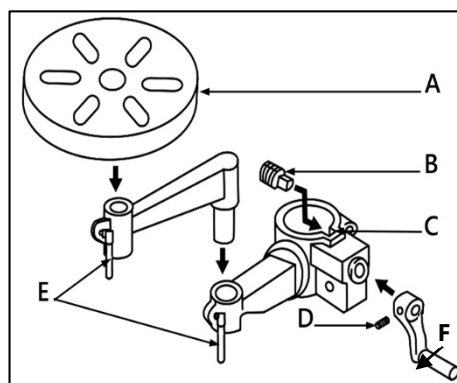
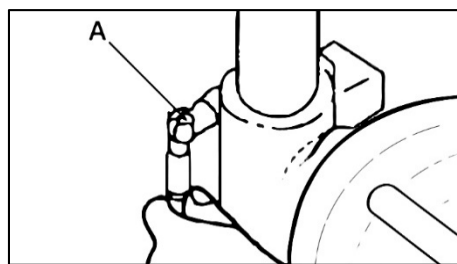

Рисунок 4.
Рисунок 5.
Вставьте вал (B) червячной передачи (рис. 4) в паз (C) кронштейна стола до упора. Рукоятка (F) перемещения стола должна быть установлена на валу (B). Наденьте рукоятку (F) на вал (B) и закрепите ее с помощью установочного винта (D).
Для сборки рабочего стола, ослабьте рукоятки фиксации (E) и соедините детали согласно рис. 4. Затяните рукоятки.
Установите рукоятку фиксации рабочего стола (А) (рис. 5). Для перемещения стола – ослабьте рукоятку и вращайте подъемный вал червячной передачи по часовой стрелке, при помощи рукоятки перемещения стола. После настройки затяните рукоятку.
Для перемещения стола вверх – ослабьте рукоятку фиксации (А) и вращайте рукоятку (F) (рис. 4) по часовой стрелке, для перемещения стола вниз вращайте рукоятку против часовой стрелки. После установки нужного положения затяните рукоятку-фиксатор (А) (рис. 5).